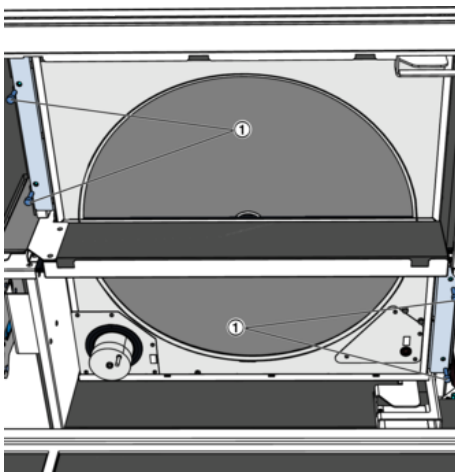

Abb. 75: RWT Sicherungen lösen
6. ▶ Am RWT die beiden Sicherungen lösen, dazu jeweils zwei Schrauben (Abb. 75/1) herausdrehen.